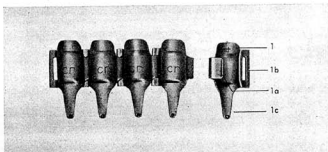

Abb. 1: Gurt 17/81
III. Beschreibung (Abb. 1 und 2)
A. Gurt 17/81 (Abb. 1)